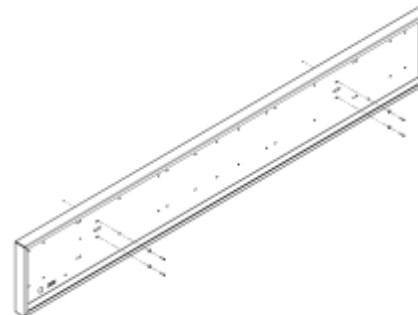

Рис. 1
- Тип крепления: универсальное (встраиваемый и накладной монтаж) (Рис. 1);
- Произвести монтаж светильника как показано на рис. 1(элементы крепежа в комплекте);